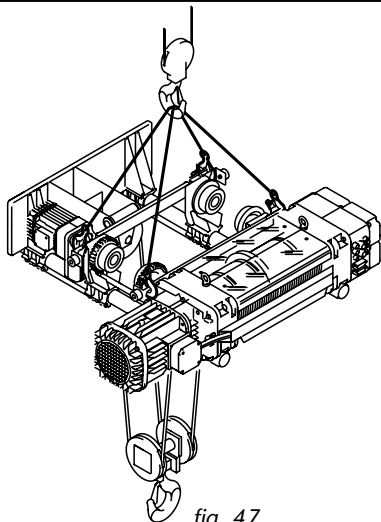

fig. 47
- Liberare il carrello/paranco dalle legature che lo vincolano al pallet, imbraccarlo nei punti indicati (fig. 47) e sollevarlo di circa 1m.